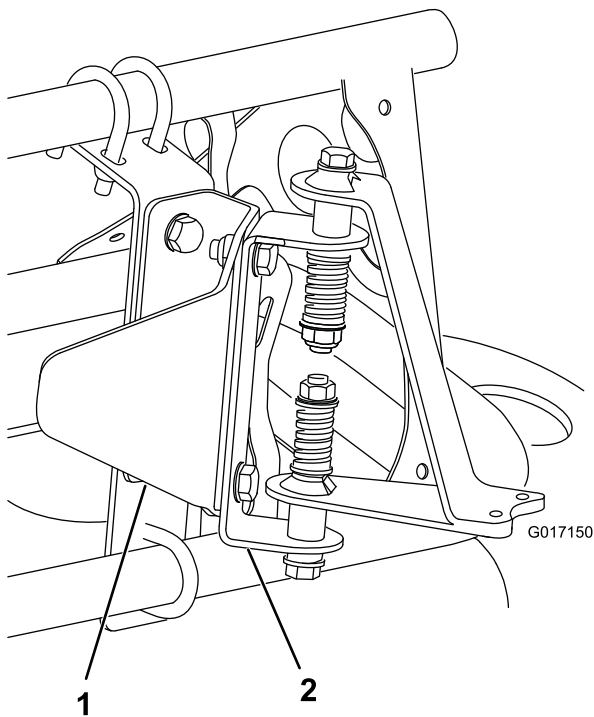
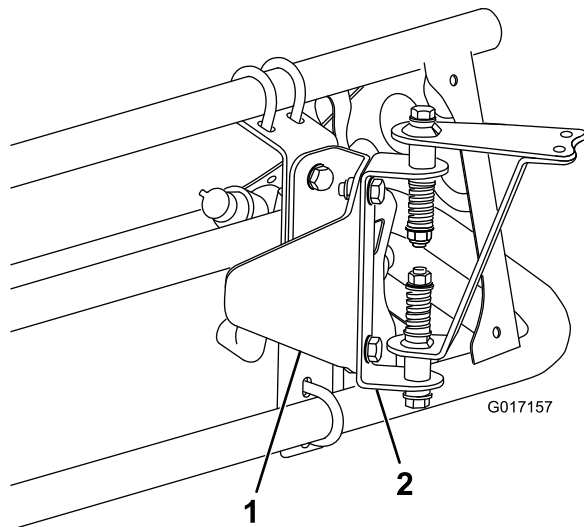

Bild 8
Bild 9
3. Montieren Sie die Befestigungen für die Sensorbefestigung mit zwei Schrauben (5/16" x 3/4") und zwei Sicherungsmuttern (5/16") an der Sensorschutzvorrichtungshalterung, wie in Bild 8 (für einen abgedeckten Ausleger) oder in Bild 9 (für einen nicht abgedeckten Ausleger) dargestellt.